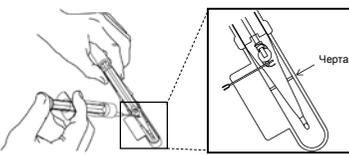

Рис. 4. Шаг 1: влить ОВИ и заполнить до черты
- Через отверстие для вливания влейте ОВИ в инжектор и заполните до черты на корпусе (0,2 мл минимум), игла должна быть расположена перпендикулярно корпусу инжектора (Рис. 4).